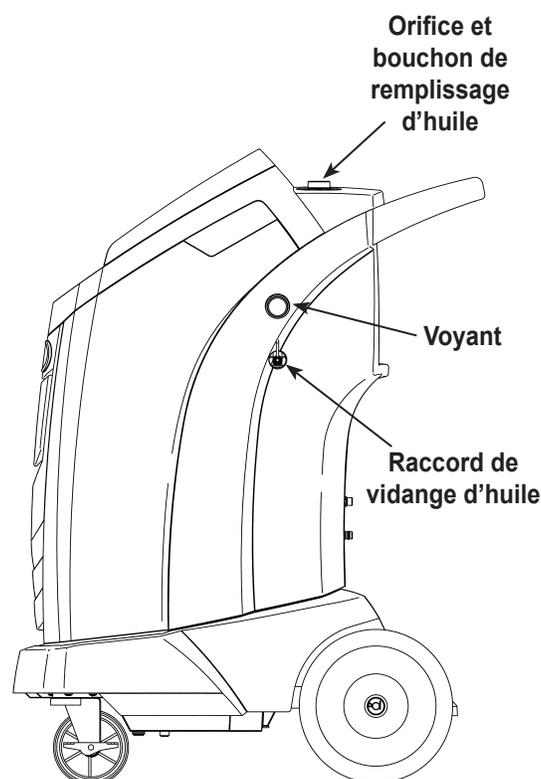

Figure 25
3. Après l'arrêt du compresseur, ouvrez **lentement** le bouchon de remplissage d'huile pour vérifier qu'il n'y a pas de pression dans la machine. Puis enlevez le bouchon avec précaution. Voir la figure 25.